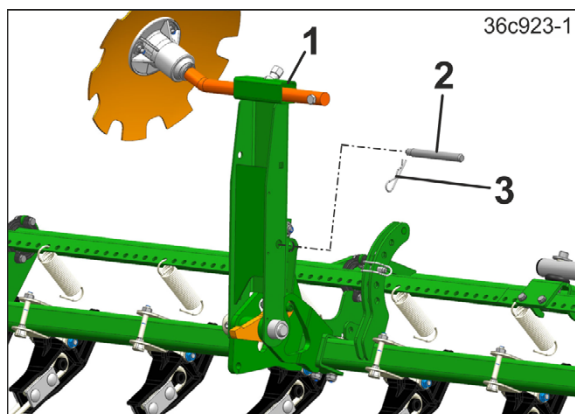

Fig. 213
1. Løft sporskivebæreren (Fig. 213/1) for hånd og fest den med bolten på transportholderen.
2. Sikre festebolten (Fig. 213/2) med en fjærplugg (Fig. 213/3).